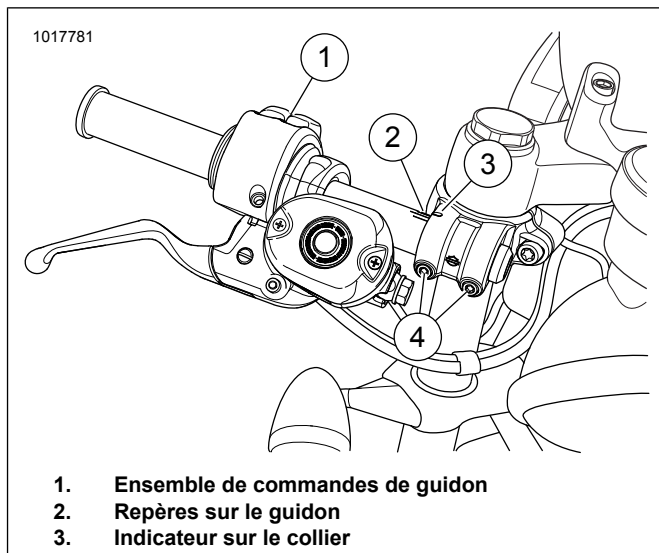

Figure 6. Guidon à attache, posé avec les commandes de guidon
4. Voir Figure 6. Les guidons à attache peuvent être légèrement pivotés si vous le souhaitez.
5. Noter l'alignement des repères de l'attache (2) au niveau de l'indicateur figurant sur le collier (3).
6. Desserrer les vis (4).
8. Serrer les vis (4) à un couple de :